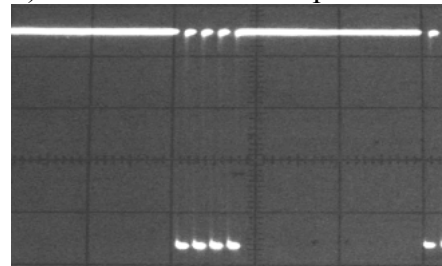

Рис.8.2. Диаграмма цикла опроса.
Временные диаграммы цикла опроса представлены на рис. 8.2.
3. С помощью осциллографа убедиться, что напряжения на выводах V6.4...V10.4 повторяют напряжения на соответствующих диаграммах рис. 8.2.
При наличии выбросов напряжения на выводе 3 микросхем D6, D7, D4 мультиплексора необходимо заменить соответствующую микросхему. При отсутствии импульса от одного из датчиков на шине данных RD0...RD7, необходимо проверить наличие напряжения на соответствующем входе микросхем D6, D7, D4 мультиплексора. При отсутствии напряжения необходимо заменить диод VD1. При его наличии необходимо дополнительно проверить наличие импульсов на адресных входах и входах выбора микросхем D6, D7, D4 мультиплексора (см. рис. 8.2.). При наличии импульсов заменить соответствующую микросхему мультиплексора.